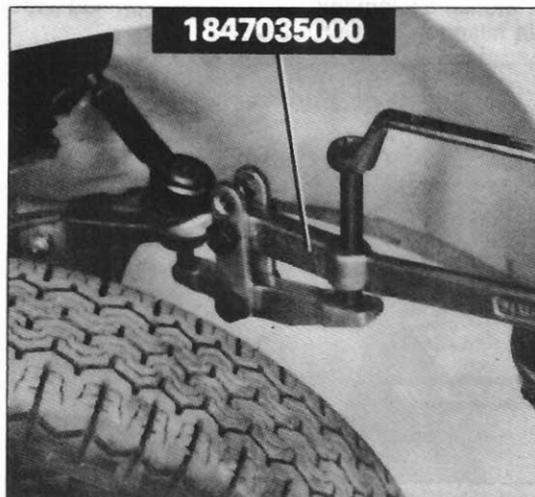

Fig.156 — Extracção das hastes das rótulas dos terminais
Extraír dos braços da direcção as hastes das rótulas, com o auxílio do extractor específico "ref. 184 703 5000" ou dum outro adequado (fig.156).